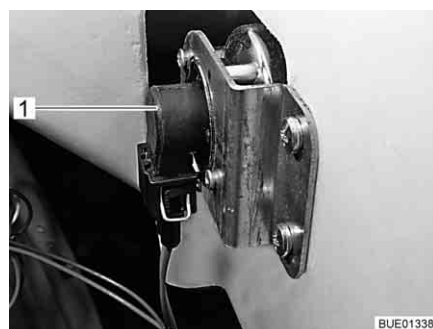

Fig. 257 Intermitente
- Meter la mano detrás del portalámparas (Fig. 257,1).